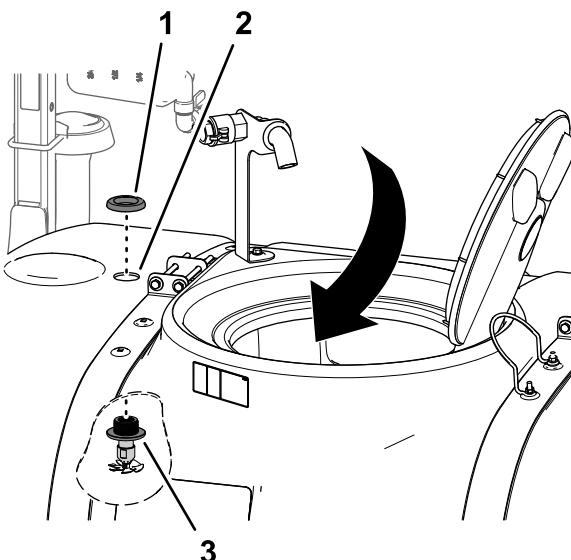

Figura 22
3. Nel foro anteriore di 4,5 cm nel serbatoio di irrorazione, ripetete i passaggi da **1 a 2** per l'altro gruppo ugelli di lavaggio (**Figura 22**).